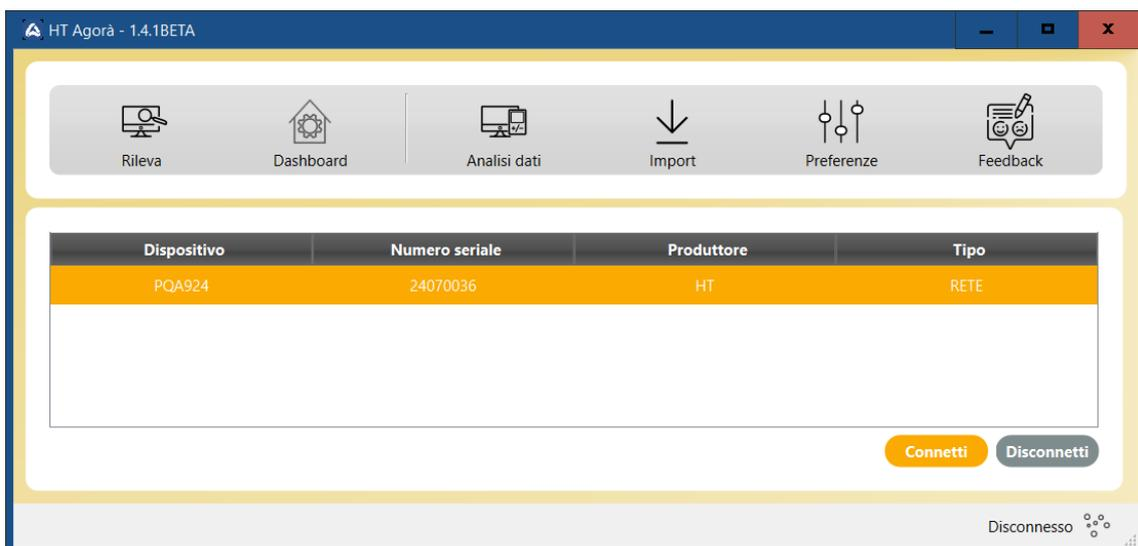

Fig. 86: Collegamento strumento con software HTAgorà e connessione Ethernet
4. Cliccare sul tasto **“Rileva”** per rilevare lo strumento c Le indicazioni “PQA924” e il tipo di connessione “RETE” sono mostrate come indicato nella Fig. 86